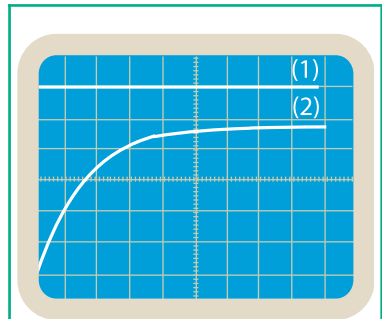

Fig.19 : Oscillogrammes des tensions  $u_{AM}$  et  $u_{BM}$
En fermant l'interrupteur  $K$ , on obtient sur l'écran de l'oscilloscope les chronogrammes (1) et (2) de la figure 19.